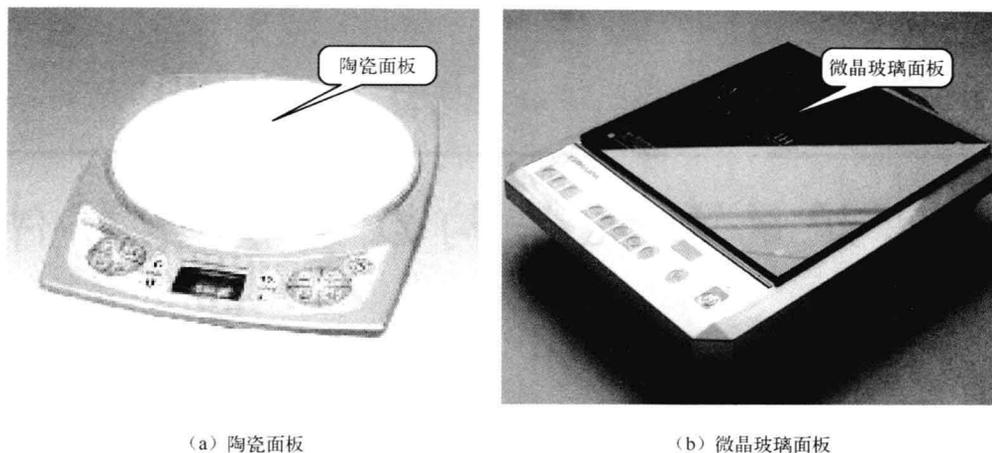

图 1-2 电磁炉的灶台面板
1) 灶台面板 如图 1-2 所示，电磁炉灶台面板分为陶瓷面板和微晶玻璃面板两种。微晶玻璃面板是透光的，只要将电磁炉对着光源进行照射，就能很明显、清晰地透过光来；而陶瓷面板则是完全不透光的。灶台面板是覆盖在炉盘线圈上面的，具有隔离、绝缘和保护的作用。电磁炉的灶台面板具有膨胀系数极小，径向传热性能好，耐高温、耐磨等特点。